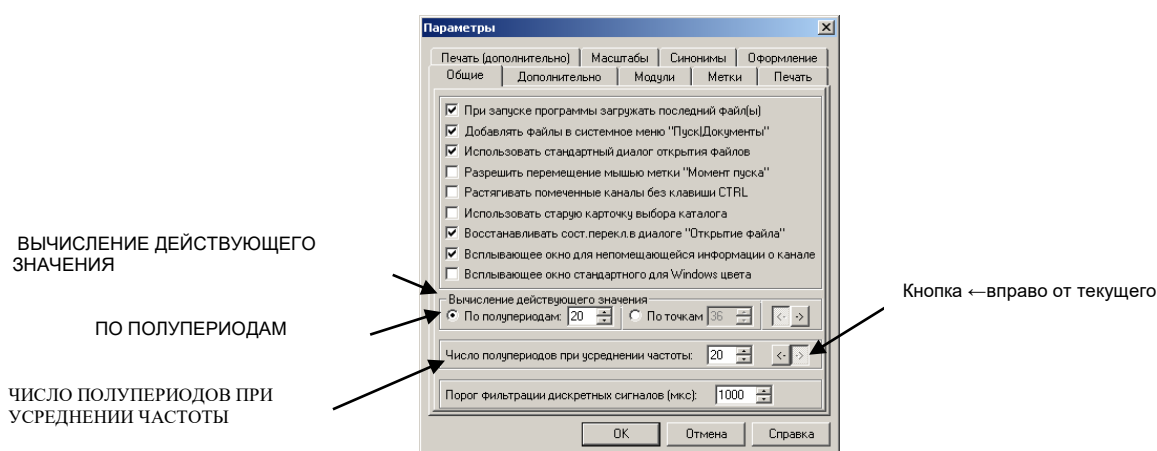

Рисунок 8
9.6.6.10 В программе TRANSCOP® включить меню СЕРВИС → ПАРАМЕТРЫ, → ОБЩИЕ, рисунок 8.